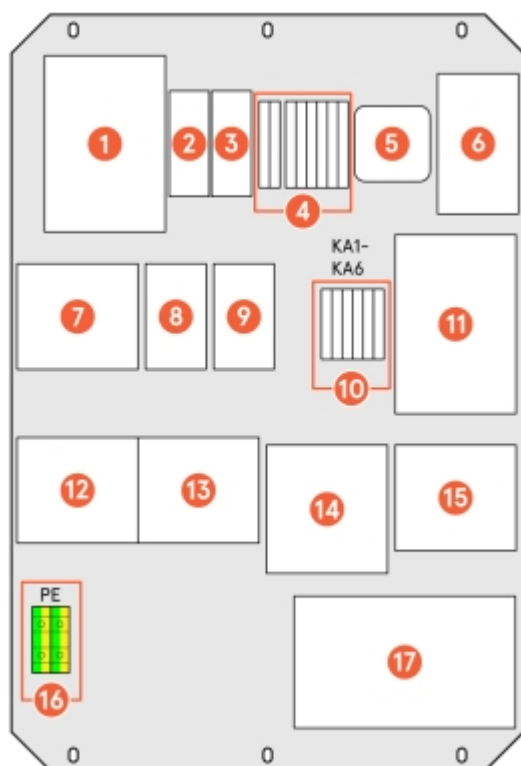

Abbildung 42: Bauteile des SmartHub
1.1 Aktivieren Sie das WLAN, indem Sie die WLAN-Taste am SmartHub drücken, siehe Abbildung 42.
SSID: AS-SERIENNUMMER (die SmartHub-Seriennummer befindet sich am Zentralcomputer, siehe Abbildung 42).